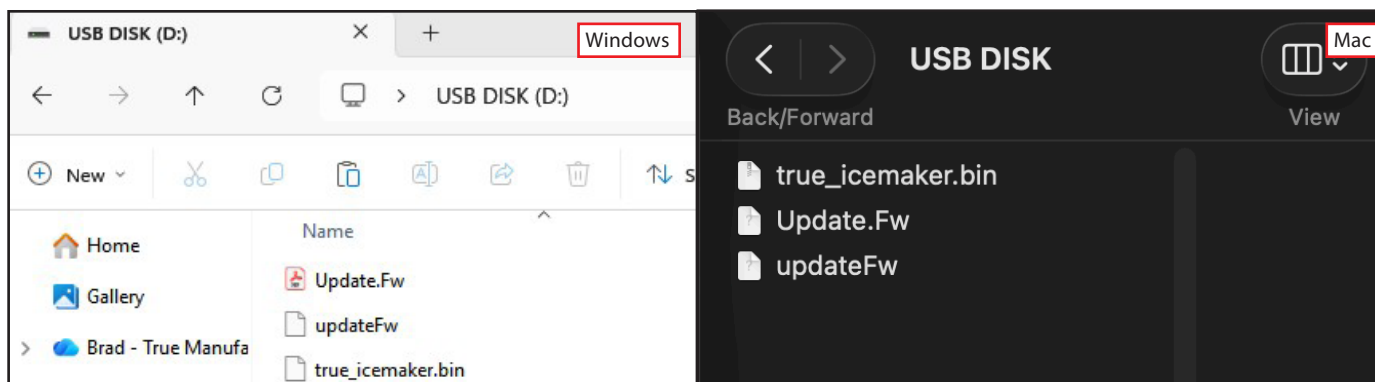

Рис. 10. Скопировать файлы прошивки в корень USB-накопителя.
10. Скопировать файлы прошивки в корень USB-накопителя. См. рис. 10.